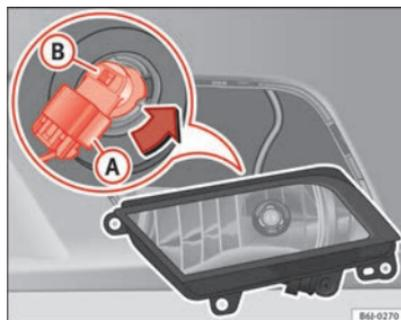

Fig. 150 Faro antiniebla
- Extraiga el conector ⇒ fig. 150 **A** de la lámpara.
- Gire el portalámparas ⇒ fig. 150 **B** a la izquierda y tire. ▶